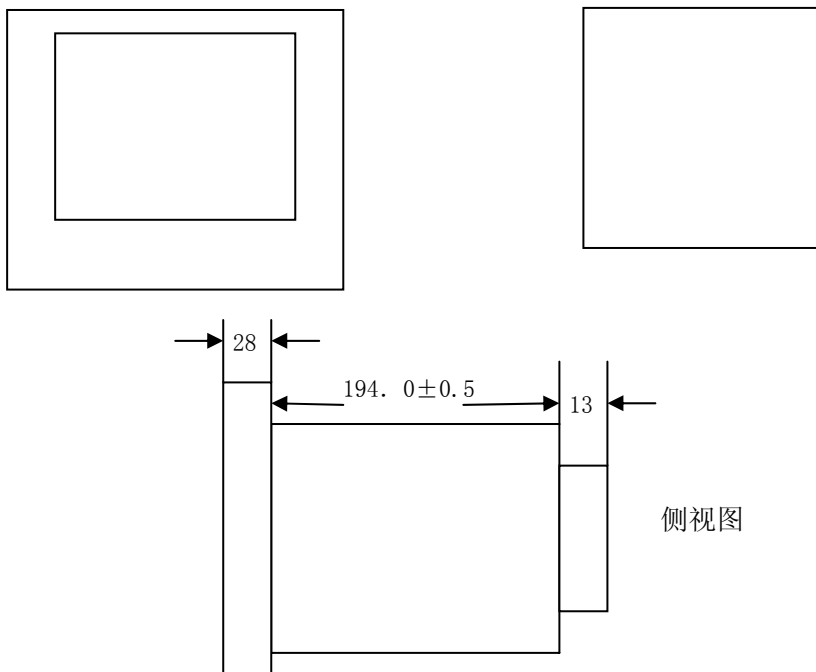

图1.2 仪表外形尺寸及开孔尺寸
- ◆ 由于仪表工作时会产生温升，请安装在通风良好的地方。对于盘装式，请参照本说明书图 1.2 仪表外形尺寸及开孔尺寸。对于便携式，建议您在仪表的左右侧面和上方保留 50mm 以上的空隙；
- ◆ 面板的开孔尺寸及仪表的外形尺寸如图 1.2 所示；